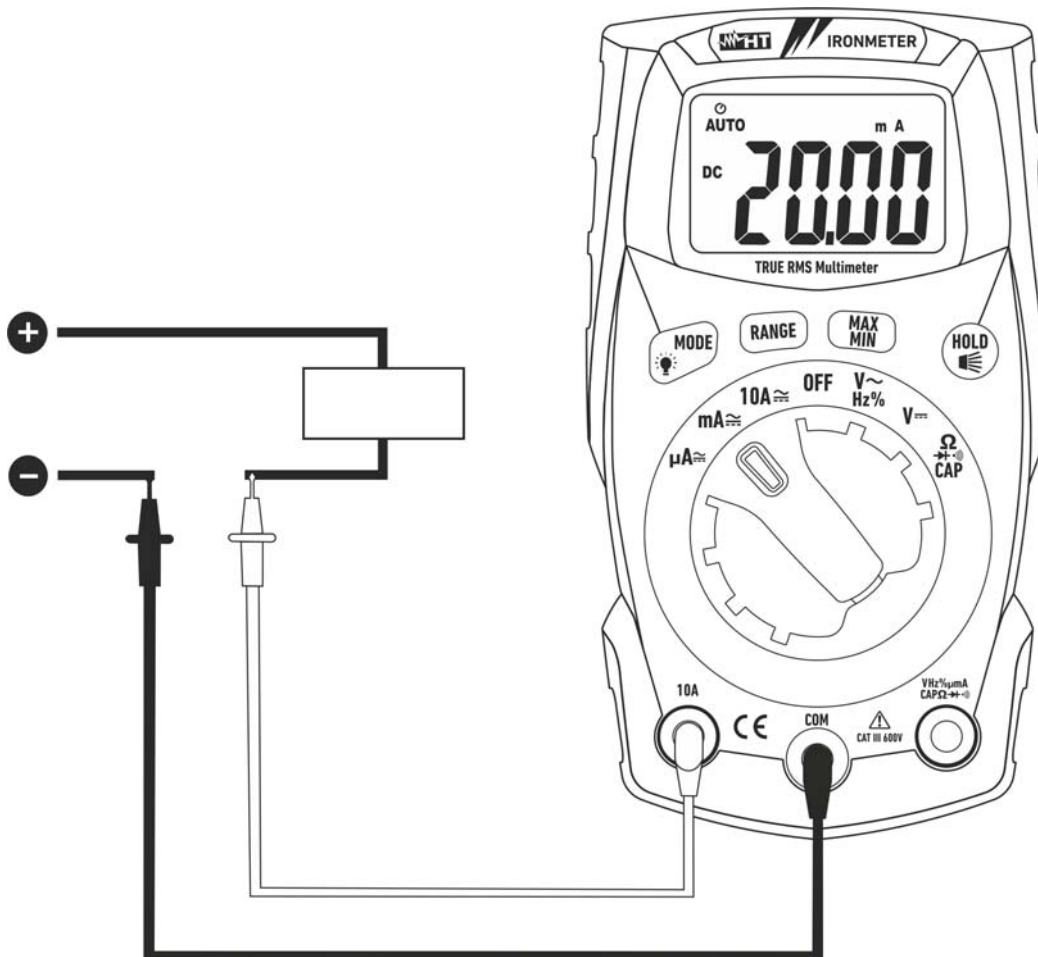

Abb. 8: Verwendung des Gerätes für Gleichstrommessung
8. Das Symbol "**-**" auf dem Display des Gerätes gibt an, dass der Strom die umgekehrte Richtung mit Bezug auf den Anschluss in Abb. 8 hat.